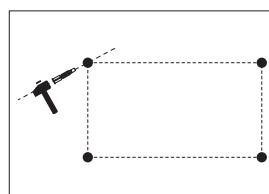

Рис.6
- Вставьте в просверленные отверстия пластиковые дюбели, закрепите кронштейн шурупами (рис. 6).